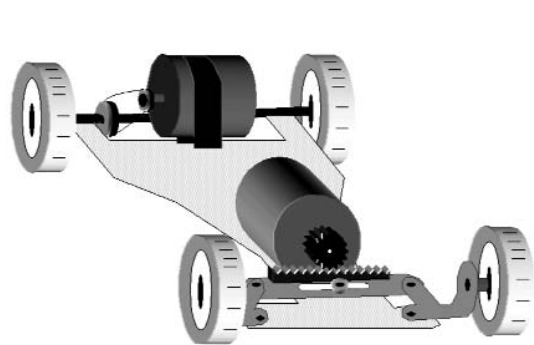
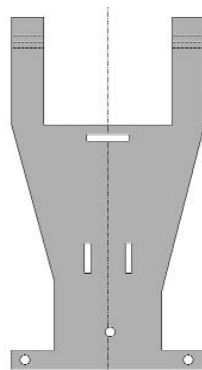

рис.6
рис.7
**Конструкция шасси** автомоделей в сборе показана на рис.6. Корпус и колеса можно взять от любой простой игрушки, шасси и днище лучше изготовить самому по эскизу (рис.7). Габариты модели выбирают, исходя из габаритов платы приемника и управления 100x64 мм. Шасси можно изготовить из тонкого текстолита или листа алюминия. Двигатели крепят к шасси хомутами из монтажных стяжек.